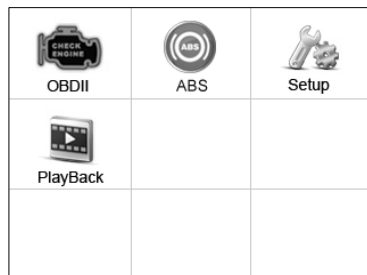

Figura 3.1
- 4) Encienda el escáner y espere a que aparezca la **pantalla principal**. (Figura 3.1)
- 6) Seleccionar **ABS** en la **pantalla principal**. (Figura 3.1)